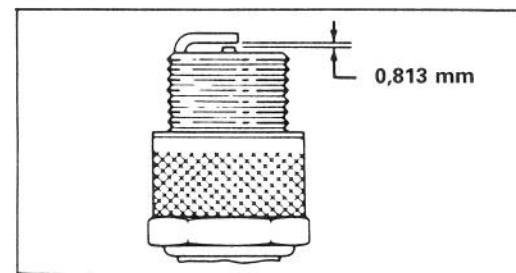

Fig. 17
3. INSTALLATE LA CANDELA — Fissate la distanza fra gli elettrodi (Fig. 17) a 0,81 mm. Montate la candela e serratela a 20,4 N.m. Se non usate una chiave torsiometrica, stringetela forte. Inserite il cavo nella candela e installate di nuovo il quadro di comando.